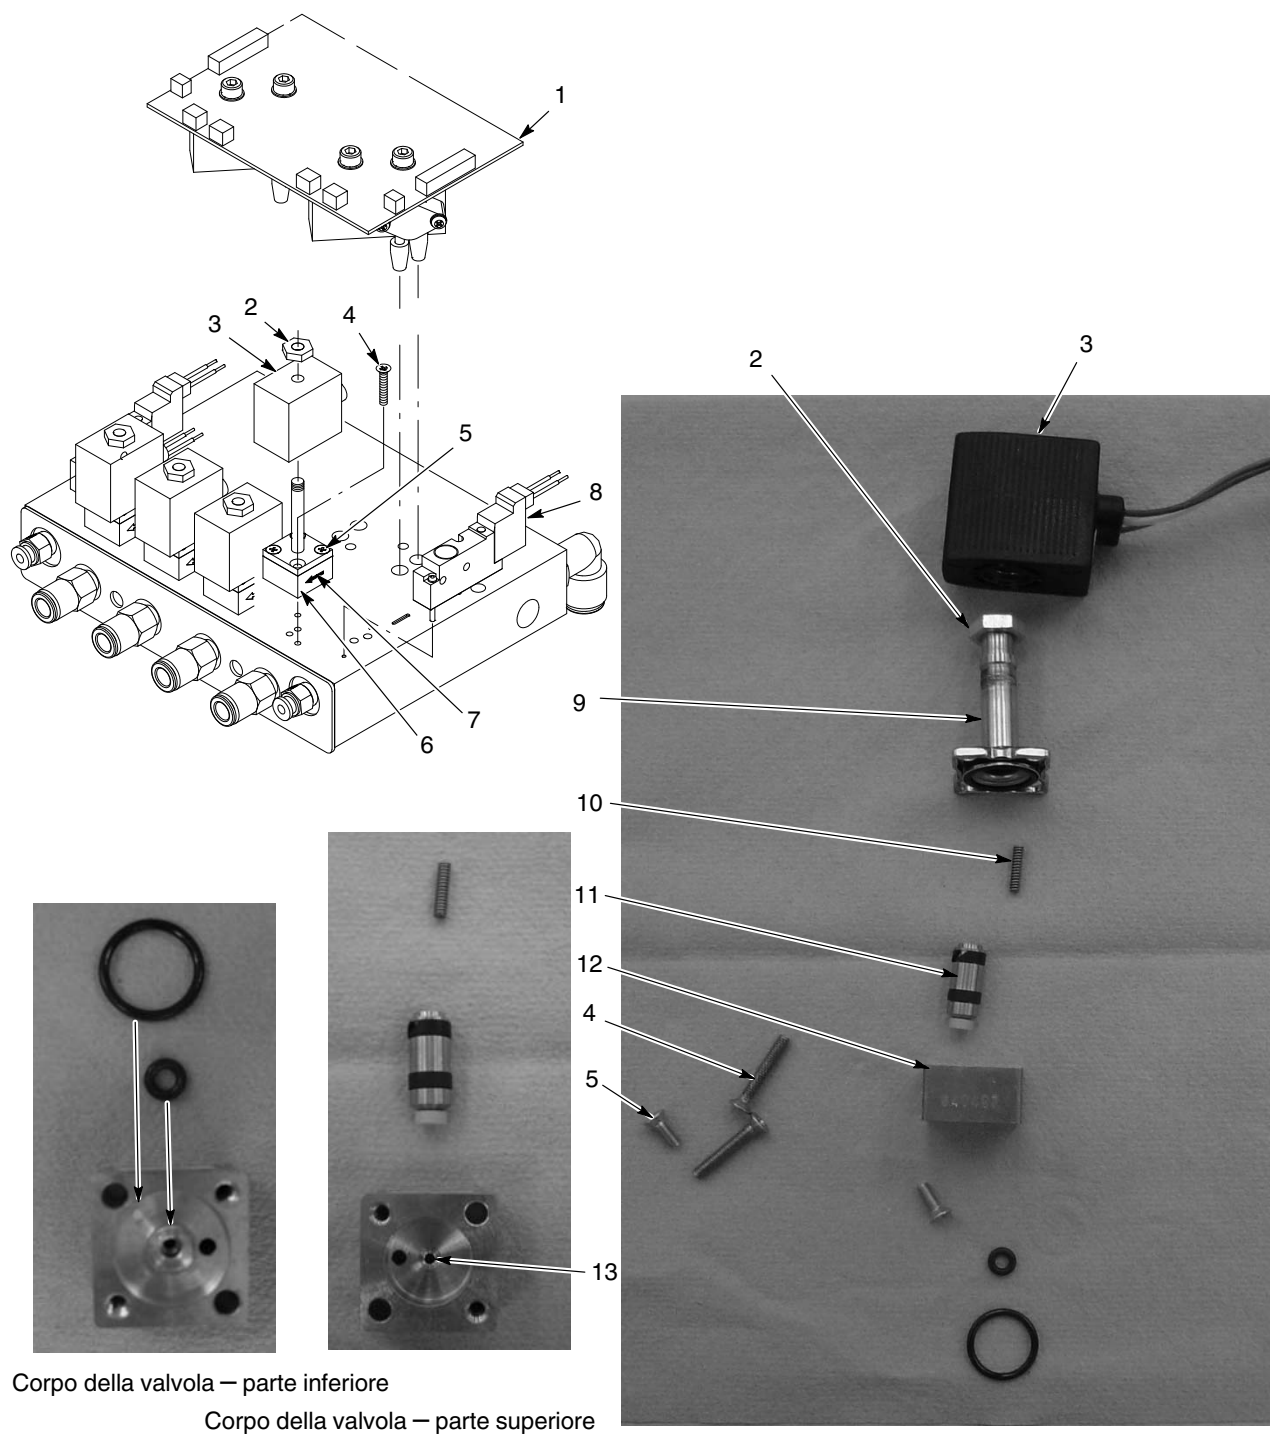

Figura 5-1 Rimozione e sostituzione della valvola proporzionale del modulo iFlow
Vedi figura 5-1. Una fornitura di aria sporca può causare il malfunzionamento della valvola proporzionale (6). Osservare le seguenti istruzioni per smontare e pulire la valvola.
1. Staccare i cavi della bobina (3) dalla scheda a circuiti (1). Rimuovere il dado (2) e la bobina dalla valvola proporzionale (6).
2. Rimuovere le due viti lunghe (4) per togliere la valvola proporzionale dal collettore.
Vedi figura 5-1. Per rimuovere le elettrovalvole aria pistola (8), estrarre le due viti nel corpo della valvola e sollevare la valvola dal collettore.